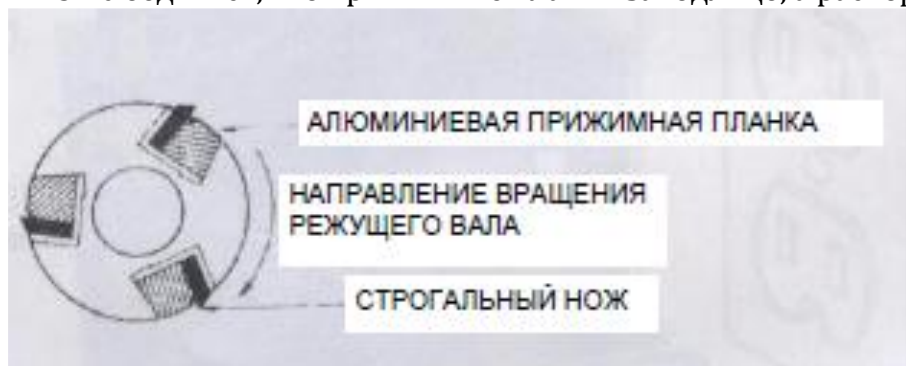

Рис.6
1. Сначала установить прижимные планки, строгальные ножи, затем распорки. **Рис.6**